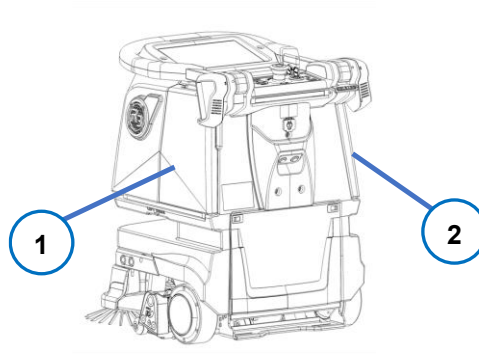

Fig. 3
5. **Controleer of de luiken gesloten zijn:** (Fig. 3).